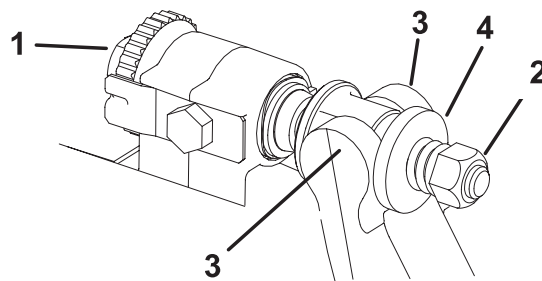

Figure 21
1. Tournez les vis de réglage de la barre d'appui dans le sens anti-horaire pour éloigner la contre-lame du cylindre (Fig. 21).
2. Faites sortir l'écrou de tension du ressort jusqu'à ce que la rondelle ne soit plus tendue contre la barre d'appui (Fig. 21).